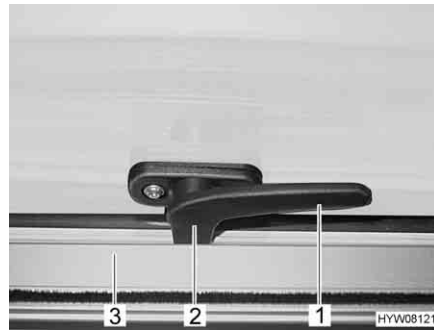

Fig. 82 Levier de verrouillage en position "Fermé"
- Tourner le levier de verrouillage (Fig. 82,1) d'un quart de tour vers le centre de la fenêtre.
- Tourner le levier de verrouillage (Fig. 82,1) d'un quart de tour vers le cadre de la fenêtre. Le tenon de verrouillage (Fig. 82,2) se trouve sur le côté intérieur du verrouillage de fenêtre (Fig. 82,3).